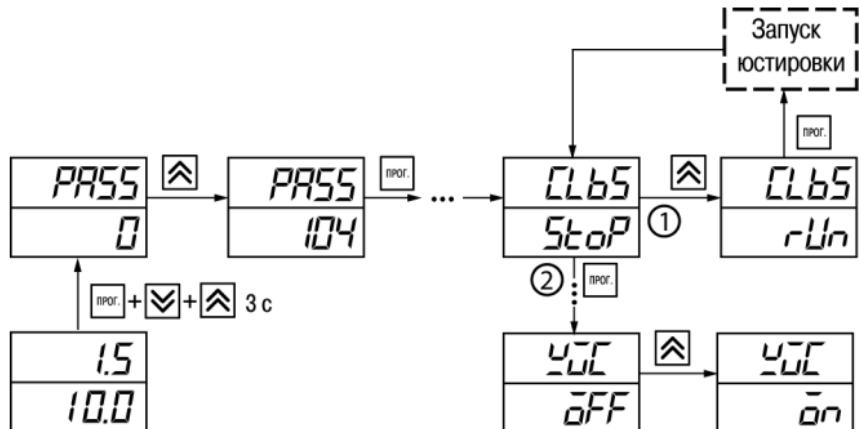

Рисунок 8.6 – Последовательность действий во время юстировки
- Установить в параметре $\text{Lb}5$ значение rUn и нажать кнопку  (см. рисунок 8.6, шаг 1).
- Включить автоматическую коррекцию ЭДС ТП по температуре его свободных концов, установив в параметре $\text{Lb}5$ значение on (см. рисунок 8.6, шаг 2).